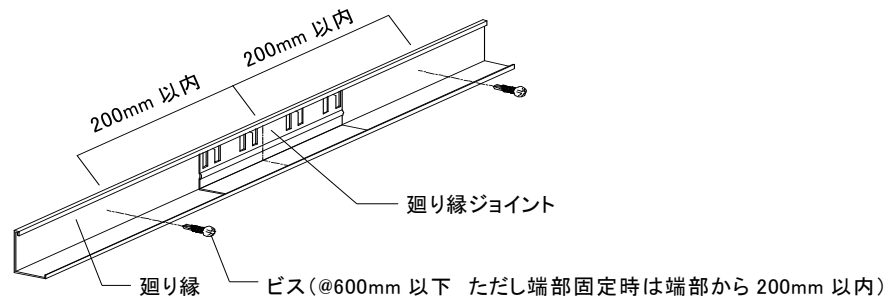

図2-2-2 廻り縁端部のビス固定位置
- ②基準墨に沿って廻り縁をビスピッチ@600mm以下で固定する。端部固定時は廻り縁ジョイントと干渉しないように、端部から200mm以内に固定する。(図2-2-2参照)